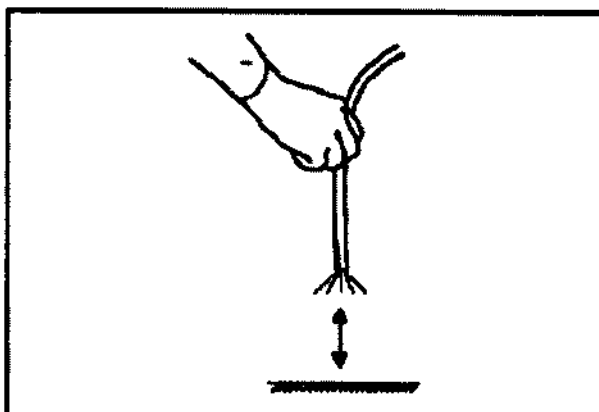

Рис. 3.9 Осмотр дистального конца.
3. Поднесите дистальный конец эндоскопа к подходящему объекту и переместите его на расстояние от 1 до 6 см. Убедитесь, что яркость изображения на ЖК-экране остается постоянной. (рис. 3.9)